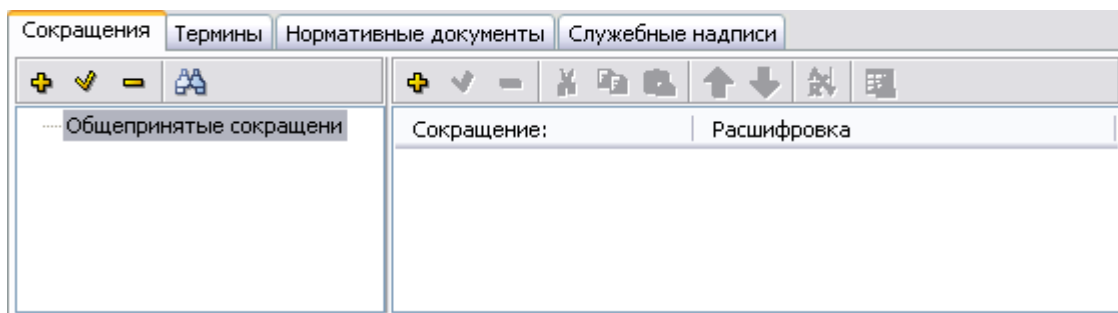

Рисунок 148
4) Нажмите на кнопку . При этом в левом окне редактора появится название словаря (рисунок 148).